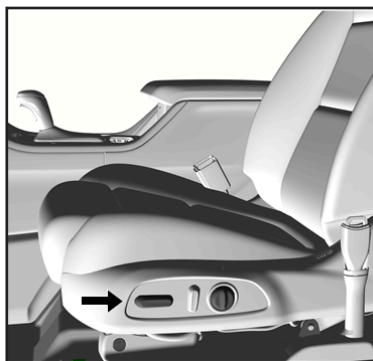

Figura 2
2. Mueva los Asientos delanteros a la posición completamente hacia atrás. **Vea la Figura 2.**